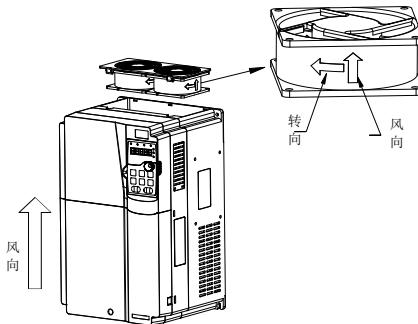

图 9-1 07R5 (含) 以上机器风扇维护
- 5、将新的冷却风扇装入变频器内;并按照相反的顺序将风扇电缆插入线夹,装好变频器,请注意风扇的风向与变频器风向保持一致,如图 9-1 所示。